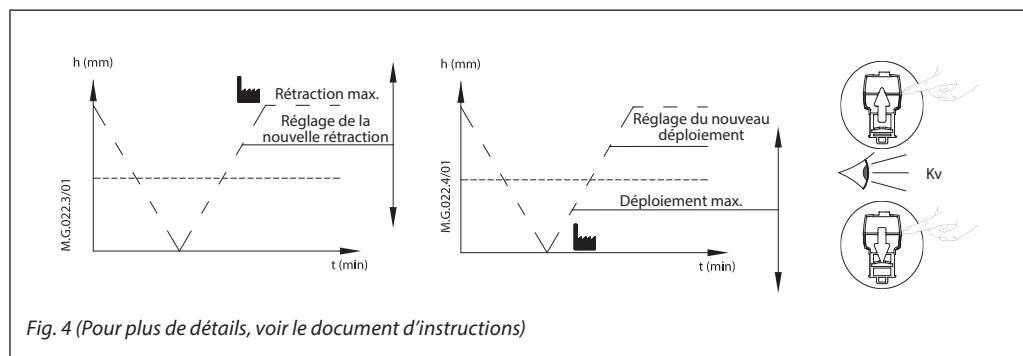

Fig. 4 (Pour plus de détails, voir le document d'instructions)
**DIP5 : 100%/95 %, limitation de la course (fig.4) :**